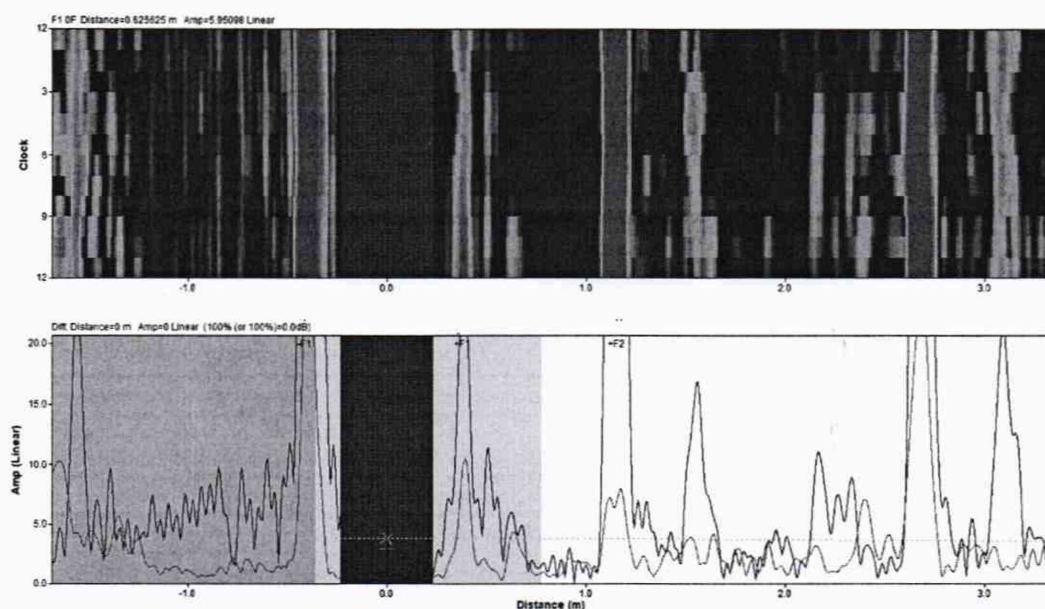

Рисунок 6
8.4.2.6 Измерения проводить в области до первого отражения от торца трубы. При необходимости изменить, масштаб развертки по горизонтали и по вертикали. В зоне сканирования, до первого сигнала от торца трубы, визуально найти пик, образованный совпадением красной и черной кривой (рисунок 6). Измерить в программе расстояние от места установки кольца с преобразователями до дефекта (до пика) $L_{Дизм}$, мм, нажав курсором на соответствующий сигнал.